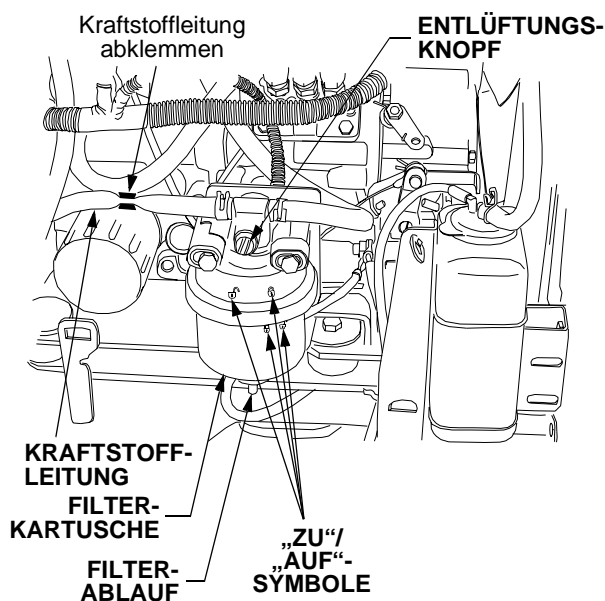

Abbildung 60
- Den Entlüftungsknopf langsam gegen den Uhrzeigersinn drehen, bis Kraftstoff aus dem Entlüfterknopf auszutreten beginnt. Den Entlüftungsknopf im Uhrzeigersinn zudrehen. Siehe Abbildung 60.
- Die Kraftstoffleitung direkt hinter dem Kraftstofffilter abklemmen. Siehe Abbildung 60.
- Den Filter etwa eine $\frac{1}{4}$ Drehung gegen den Uhrzeigersinn drehen (Sicht von unten), um die „AUF“-Symbole aneinander auszurichten. Siehe Abbildung 60.